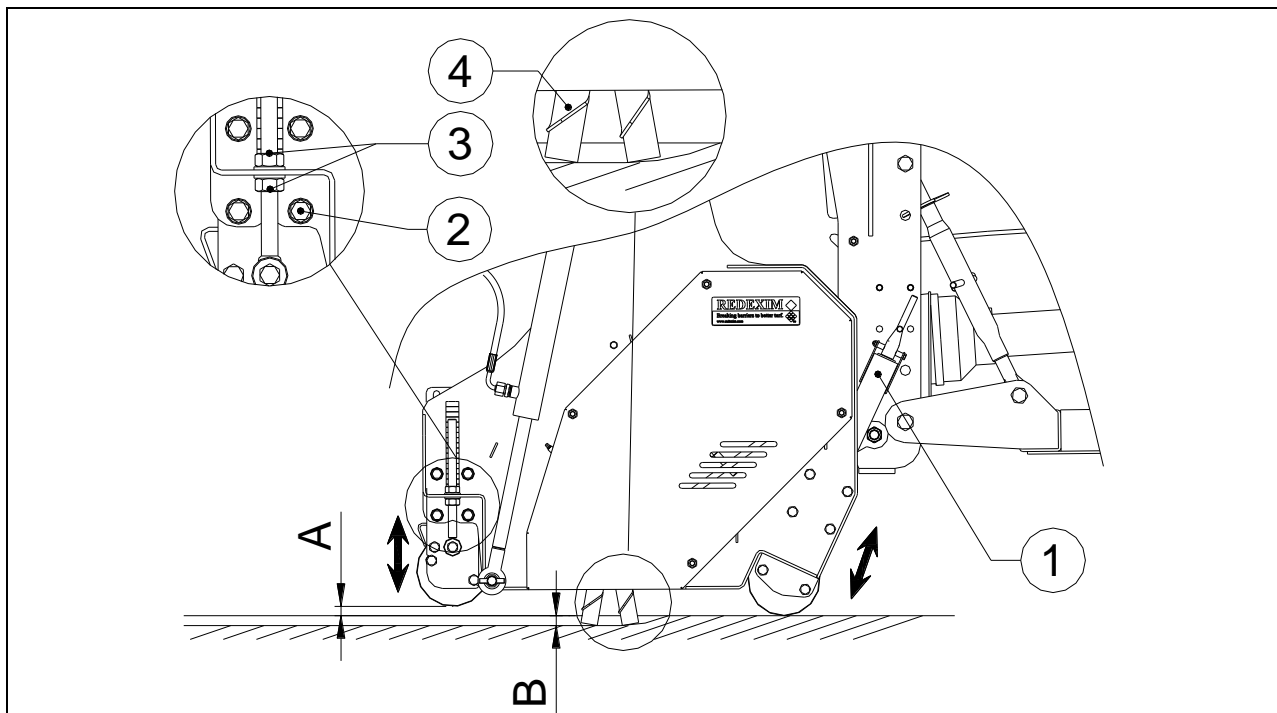

Fig. 9
Afin de régler la profondeur de travail, respectez la procédure suivante : (voir Fig.9)
- ⚠ **Si des lames à vent (voir fig. 9 article 4) sont montées, ne réglez jamais la machine plus profondément, afin que les lames restent au-dessus de la surface.**
Si des lames à vent (voir fig. 9 article 4) sont montées, ne réglez jamais la machine plus profondément, afin que les lames restent au-dessus de la surface.
- (voir Fig.9) Dévissez des deux côtés de la machine les boulons 2 et réglez le rouleau arrière avec les écrous 3 de manière à ce que la distance au-dessus du sol A soit de 10mm (0.4") et réglez les des deux côtés de manière identique.
- (voir Fig.9) Vissez bien les boulons 2 et les écrous 3.